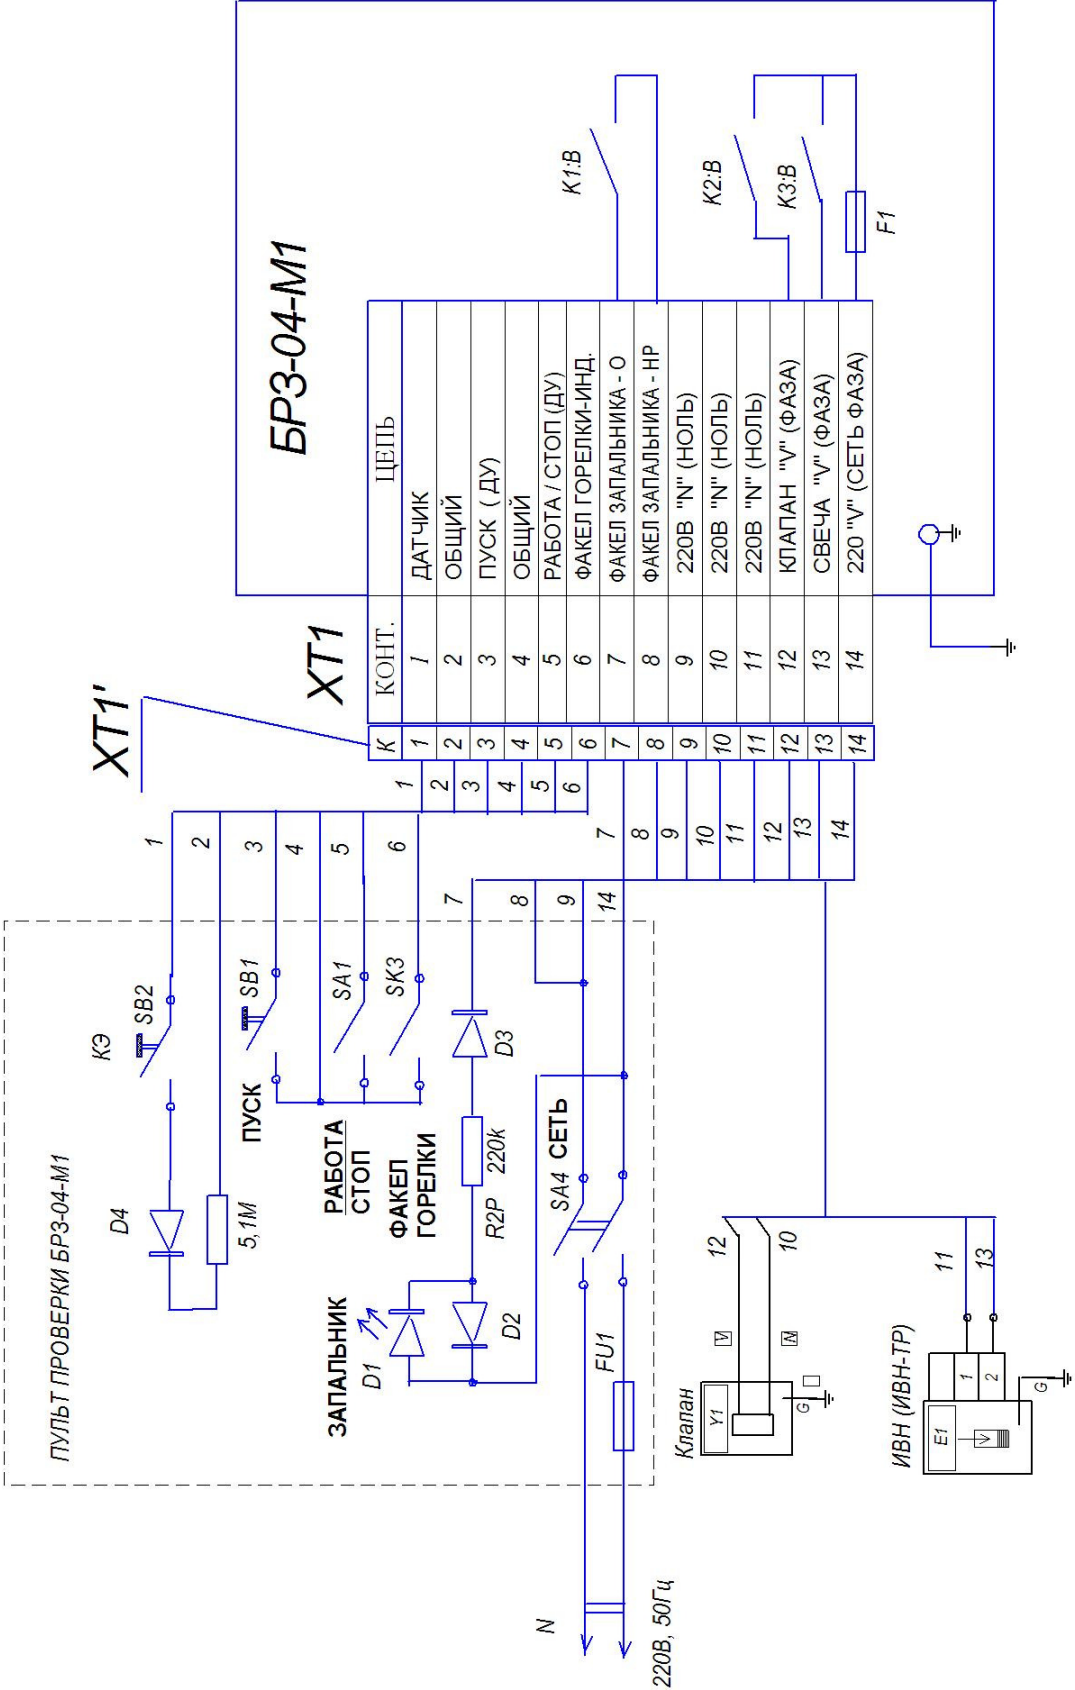

Рис.4. Схема проверки блока БРЗ-04-М1.
- все переключатели на пульте проверки БРЗ-04-М1 привести в указанное на схеме рис.4 положение и подать питание 220В, 50Гц, включив тумблер SA4 **"СЕТЬ"**;
Установить переключатели в указанные на рис.4 положения и включить тумблер **«СЕТЬ»** на пульте проверки.